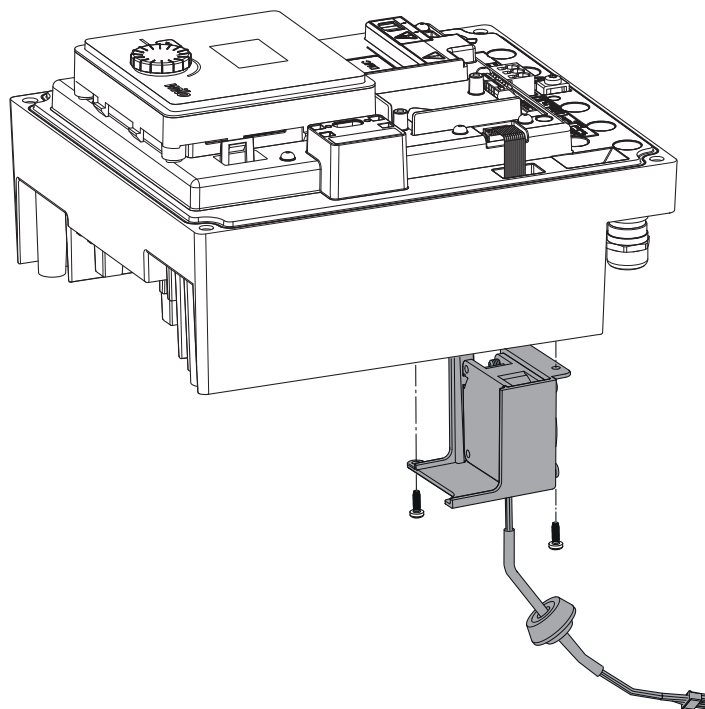

Fig. 48: Mooduli ventilaatori eemaldamine koos kaabli ja kummitihendiga
- Eemaldage mooduli ventilaator ja vabastage kaabel koos kummitihendiga mooduli alumise osa küljest (Fig. 48).